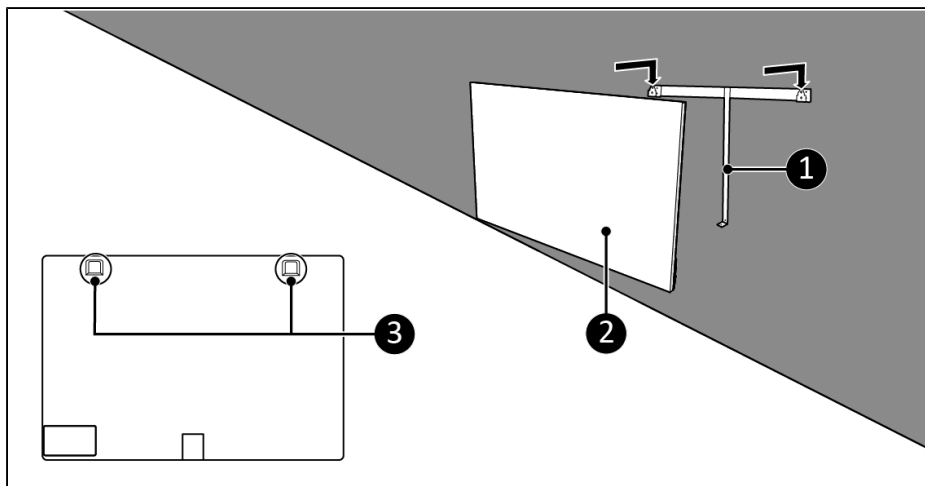

Abbildung 32.
8. Platzieren Sie die Gerätehalterungen (Abbildung 32, Pos. 3) über der Wandhalterung (Abbildung 32, Pos. 1).
9. Schieben Sie das Gerät (Abbildung 32, Pos. 2) in die Öffnungen der Wandhalterung.